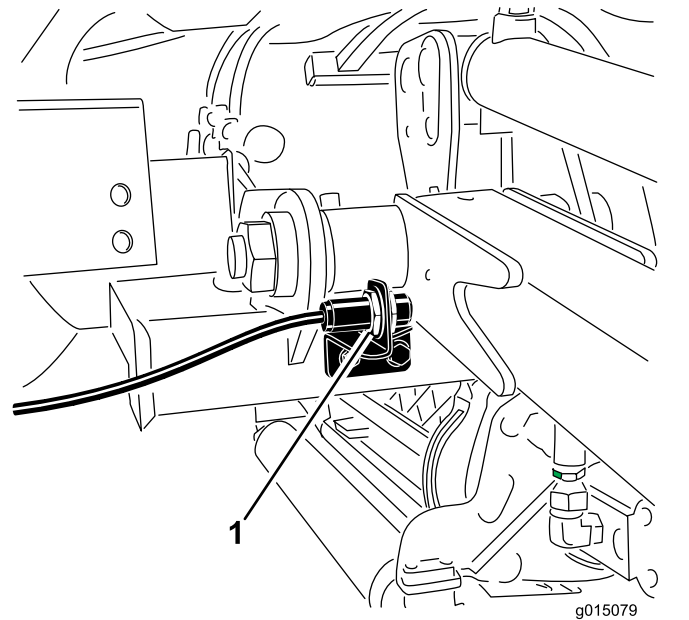

Figura 35
2. O interruptor do braço de elevação encontra-se por trás do braço de elevação direito dianteiro (Figura 35).
3. Solte os parafusos de montagem do interruptor (Figura 35) e desloque o interruptor para cima para aumentar a altura de viragem do braço de elevação ou desloque o interruptor para baixo para diminuir a altura de viragem do braço de elevação.